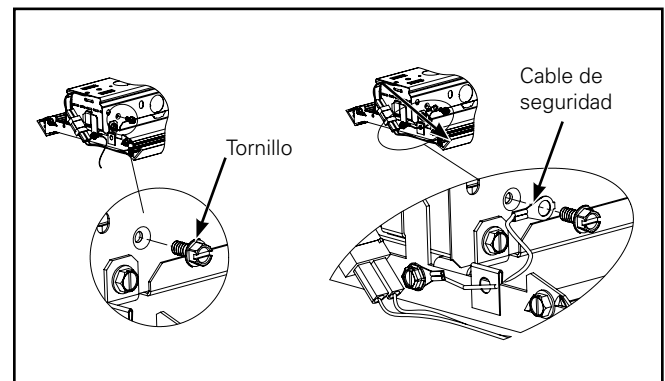

Figura 13.
6. Para instalar el cable de seguridad, retire el tornillo del conjunto del canal y vuelva a conectar el cable de seguridad con el mismo tornillo. (Figura 13.)